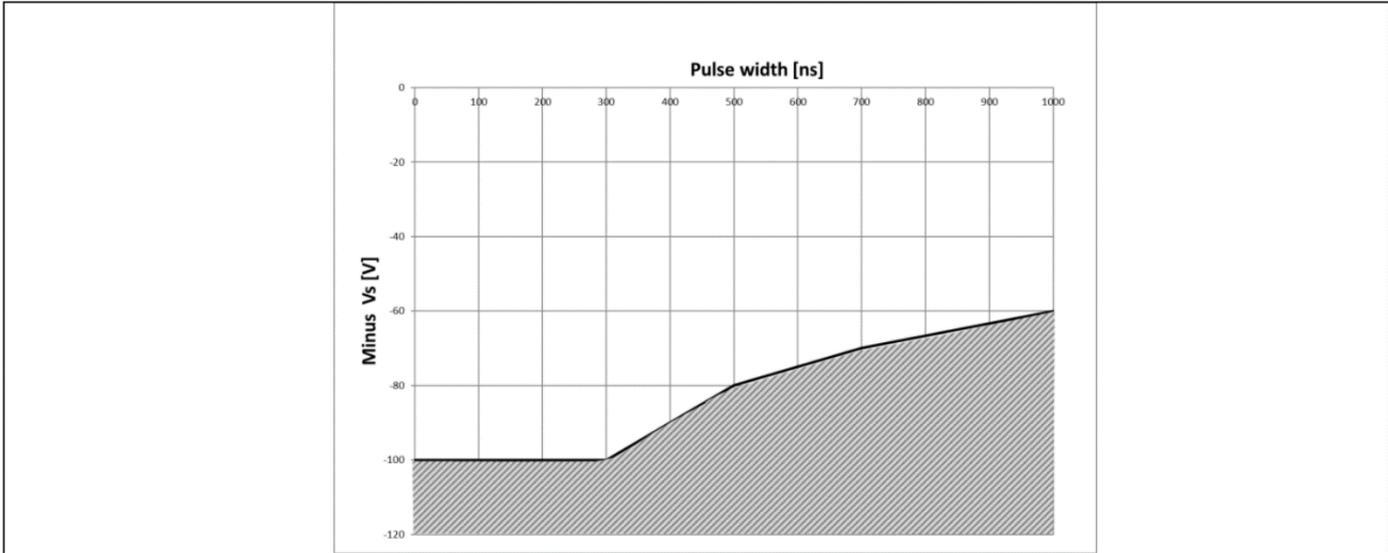

图 18 2ED2106 (4) S06F (J)的负  $V_S$  瞬态 SOA @  $V_{BS}=15 V$
英飞凌的 HVIC 专为满足当今众多严苛应用的稳健性要求而设计。图18展示了2ED2106 (4) S06F (J)的稳健性，其中基于重复的负  $V_s$  尖峰，2ED2106 (4) S06F (J)的安全工作区 (SOA) 为  $V_{BS} = 15 V$ 。如果负  $V_s$  瞬变电压落在灰色区域（超出 SOA），则可能导致 IC 永久性损坏；反之，如果负  $V_s$  瞬变电压落在 SOA 范围内，则不会出现不必要的功能异常或 IC 永久性损坏。